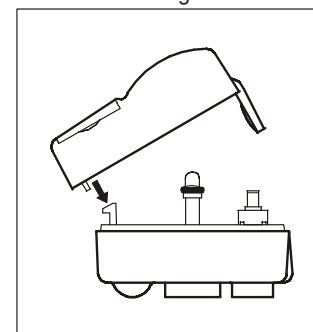

Fig. 3
3. Reposer la partie supérieure (bien l'emboîter avec la partie inférieure afin d'assurer l'étanchéité) et visser la vis à l'aide d'un tournevis. Fig. 3 et 4.
5. Replacer la partie supérieure et la vis. Fig. 3 et 4.